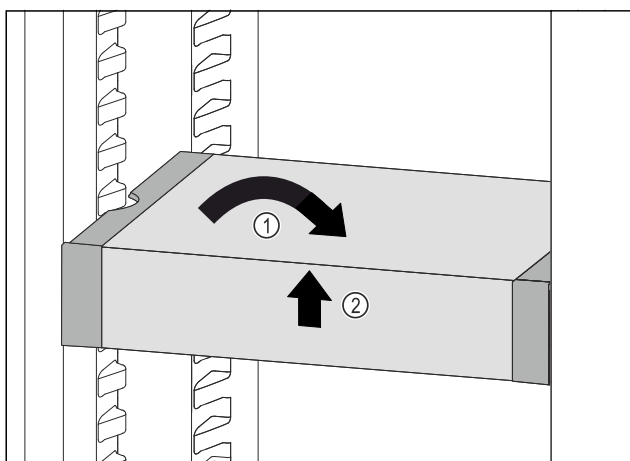

Fig. 115
- Ställ VarioSafe rakt. Fig. 115 (1)
► Lyft VarioSafe framåt. Fig. 115 (2)